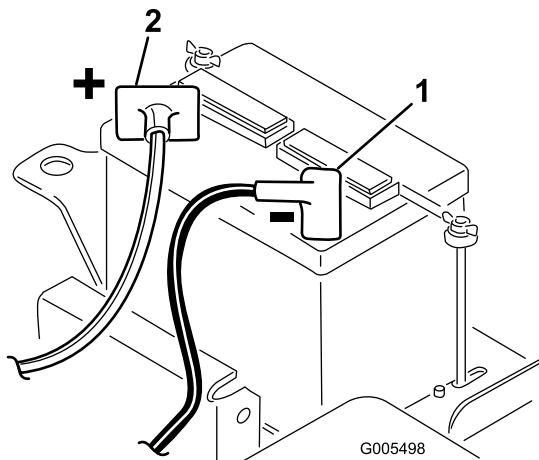

Figura 10
- Conecte el cable positivo (rojo) de la batería desde el solenoide del motor de arranque al borne positivo (+) de la batería (Figura 10). Apriételo con una llave y unte de vaselina el terminal. Asegúrese de que el cable no toca el asiento, cuando éste está en la posición más hacia atrás, puesto que esto podría desgastar o dañar el cable.